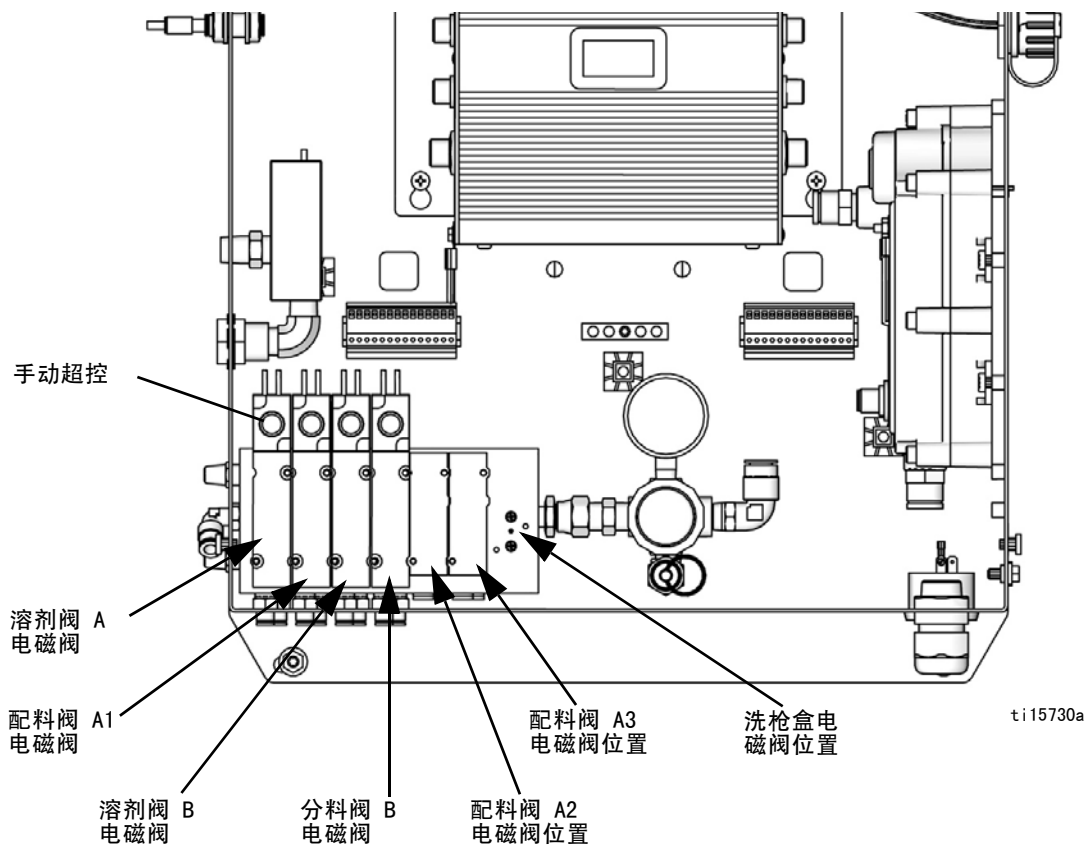

图 1. 控制箱中的电磁阀
4. 扣动喷枪，将手动超控推到 A 和 B 配料和溶剂电磁阀上以释放压力。参见图 1，第 15 页。确认流体压力已降至 0。
4. 扣动喷枪，将手动超控推到 A1（A2、A3）和 B 配料电磁阀上以释放压力。参见图 1，第 15 页。
7. 扣动喷枪，将手动超控推到 A 和 B 溶剂电磁阀上以释放溶剂压力。参见图 1。确认溶剂压力已降至 0。
7. 取下控制箱盖以接近电磁阀。参见图 1，第 15 页。
- 清洗 A 组份侧。参见图 1，第 15 页。按下分料阀 A 电磁阀上的手动覆盖并将喷枪对着接地金属桶扣动喷枪。